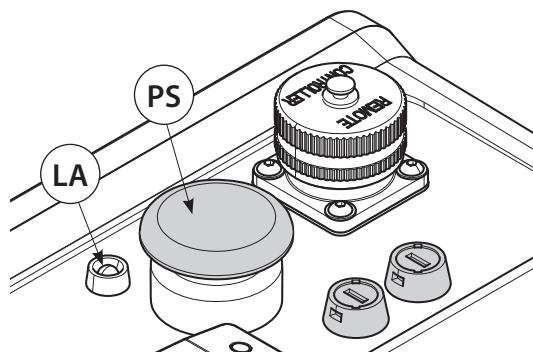

BILD 3
- *Bei Bedarf kann der mechanische Druckablassknopf (PS) (Bild 3) auf der Vorderseite der Pumpe betätigt werden und das Öl fliesst in den Tank zurück.*
Die Pumpe verfügt über ein eigenes Kontrollsysteem. Beim Aufleuchten der gelben LED (LA) Bild 3 wird ein Fehler signalisiert und **die Pumpe wird blockiert**.